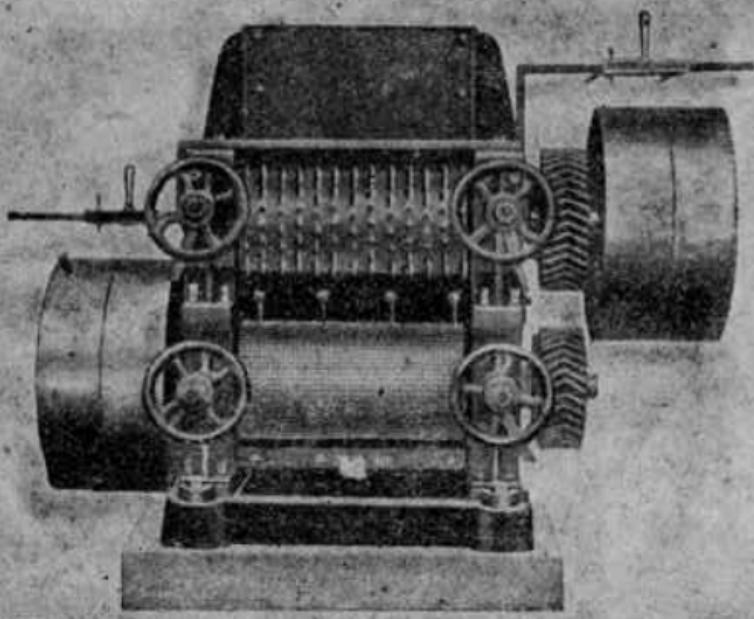

Рис. 26. Валковая двухшарная дробилка Кебера.
1. Для измельчения обрезков жмыха применяют дробилку Клеро, валковую двухпарную дробилку Кебера (дробилка такого типа изображена на рис. 26) и мельничные вальцы.